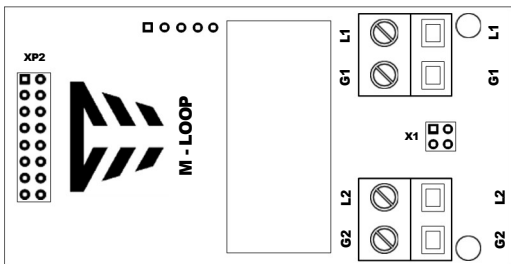

Рисунок 1 - Зовнішній вигляд модуля
Модуль призначений для збільшення адресних інтерфейсів СПСА та встановлюється на плату AM-Multi+ (пристрій вводу-виводу, що працює в СПСА на базі ППКП «Tiras PRIME A»). Зовнішній вигляд модулю наведено на рис. 1.
3.1 Перелік входів, виходів та їх функцій наведений в табл. 1. Розташування клем модуля показано на рис. 1.